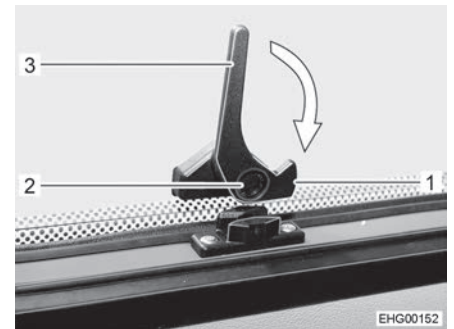

Fig. 32 Levier de verrouillage, bas, (position "Ouvvert")
- Appuyer sur le bouton de sécurité (Fig. 32,2) sur le levier de verrouillage du bas (Fig. 32,3) et le maintenir enfoncé.
- Tourner le levier de verrouillage du bas (Fig. 32,3) d'un quart de tour en direction du cadre de la fenêtre jusqu'à ce que le tenon de verrouillage (Fig. 32,1) s'enclenche.